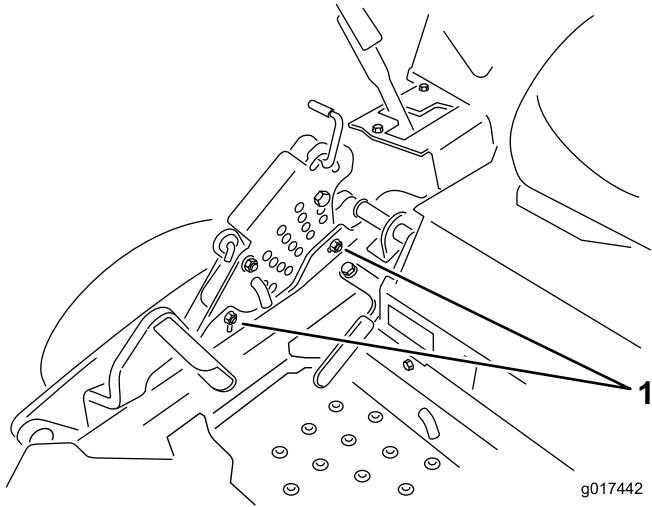

図 72
12. シングルポイントの調整を行うには、刈高プレートの底部にあるボルト2本をゆるめる。図 72を参照。
14. 刈高プレートの底部にあるボルト2本を締め付ける(図 72)。27-33 ft-lb (37-45 Nm = 3.7-4.5 kg. m)にトルク締めする。